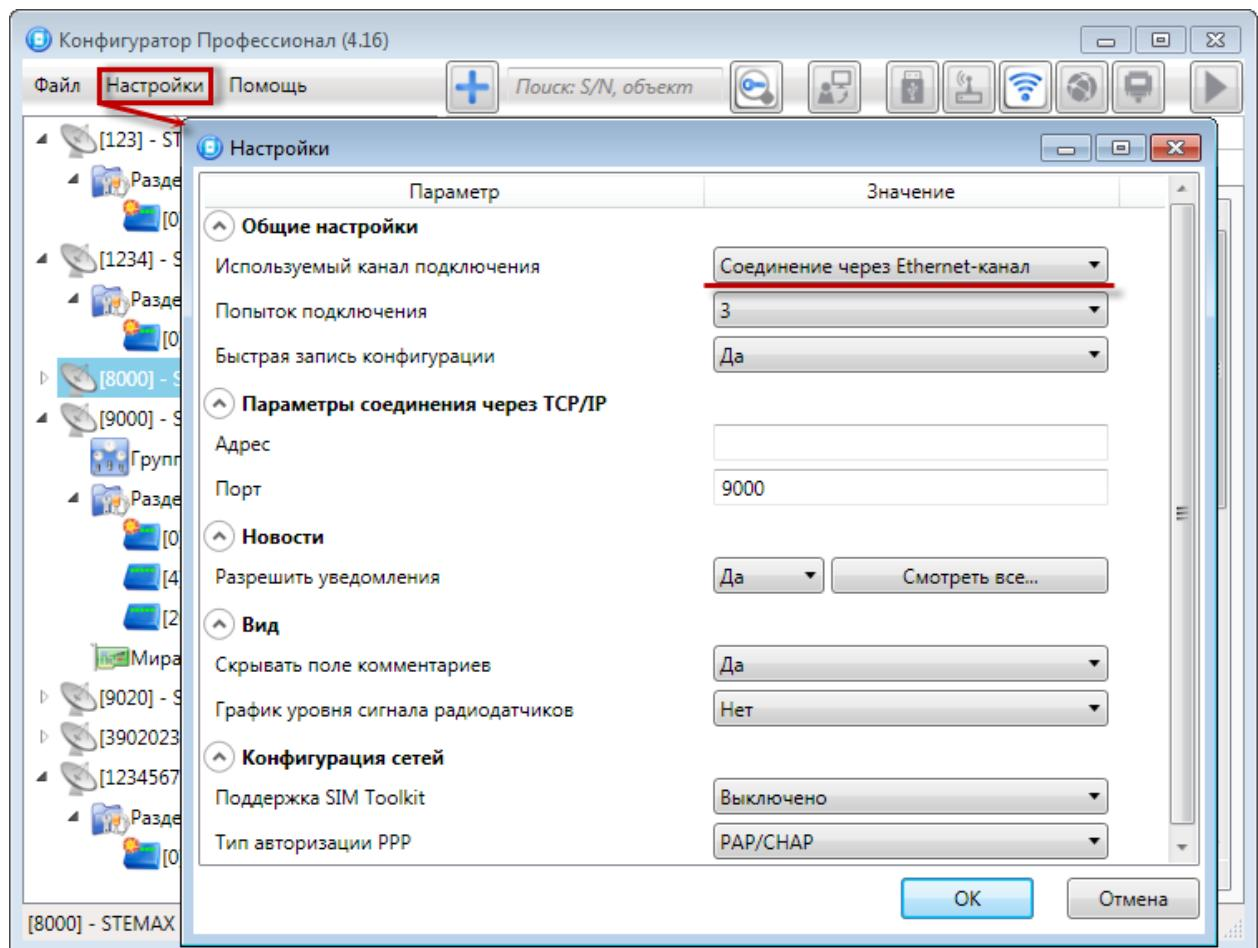

Рис. 4.8. Параметры подключения по каналу Ethernet / Wi-Fi
1. Щелкните левой кнопкой мыши по меню *Настройки* в основном окне программы *Конфигуратор Профессионал*, в результате чего откроется окно *Настройки* (Рис. 4.8).